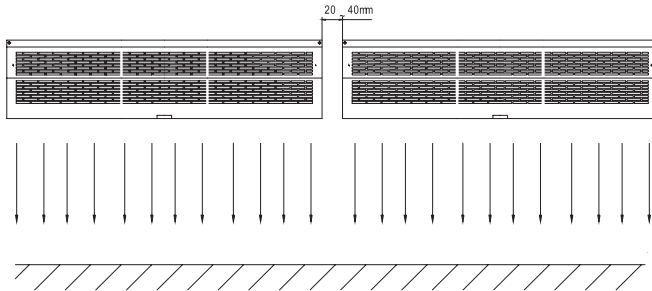

Рис. 5 – Установка нескольких завес в ряд
7.1.5 При установке нескольких завес над одним проемом, расстояние между ними должно быть 20–40мм (Рис. 5).